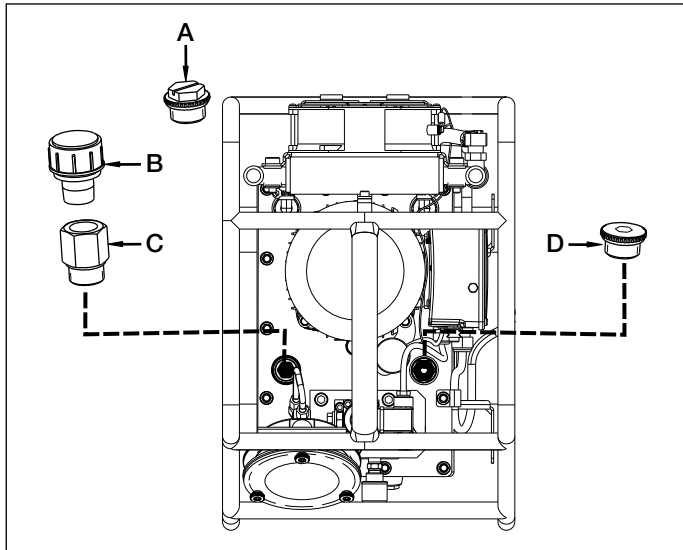
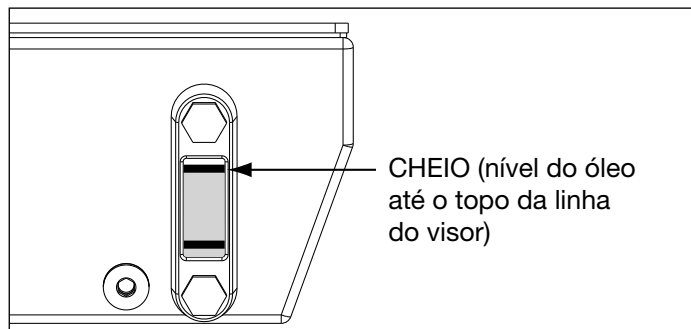

Figura 1, Respiro do Reservatório e Bujão de Abastecimento de Óleo
Figura 2, Visor de Mediç o de  leo
Ver Figura 1. Um bujão de transporte (A) é instalado no orifício do respiro na parte superior do reservatório. Antes de acionar a bomba, substitua o bujão de transporte (A) pelo respiro do reservatório (B) e adaptador (C).
Verifique o nível de óleo da bomba antes de dar a partida. O reservatório está cheio quando o nível do óleo está na linha superior do visor de medição como mostrado na Figura 2. Se necessário, acrescente óleo removendo o bujão de abastecimento de óleo (D) do tubo de abastecimento, como mostrado na Figura 1. Use óleo Enerpac HF (ISO Grau 32).